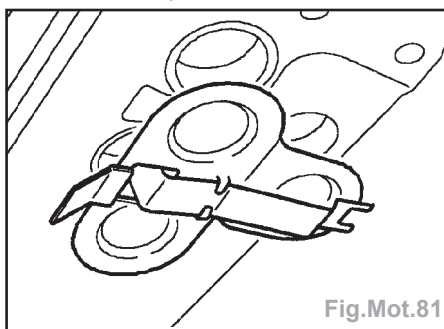

Fig.Mot.81
- Déposer la plaque d'accès du bouclier thermique (Fig.Mot.81).